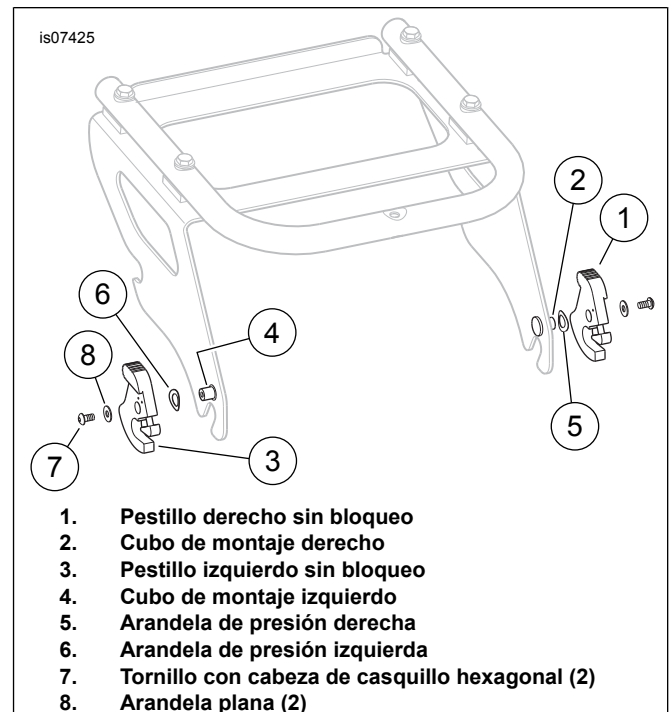
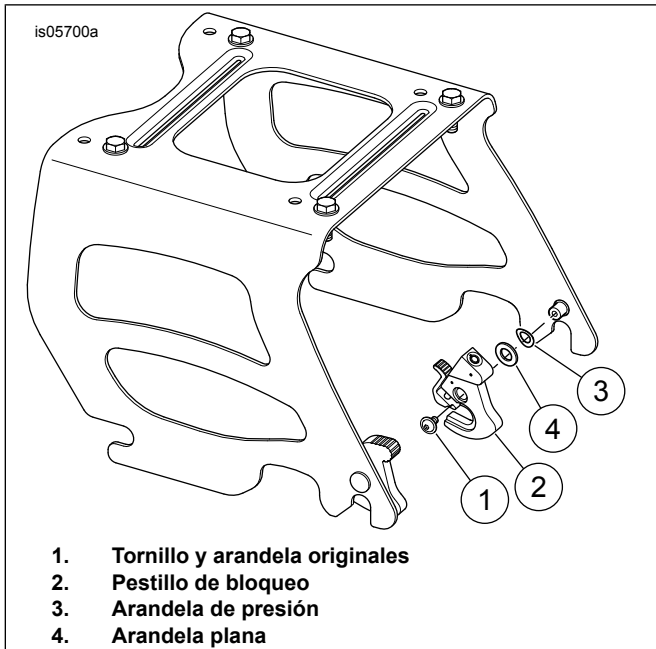

Figura 1. Intercambio de pestillos (antes de la configuración de intercambio mostrada)
Figura 5. Instalación interior derecha
1. Ver Figura 1 . Retira el pestillo derecho sin bloqueo (1). Deja la arandela de presión derecha (5) en el cubo de montaje derecho (2).
2. Retira el pestillo izquierdo sin bloqueo (3). Deja la arandela de presión izquierda (6) en el cubo de montaje izquierdo (4). Instala el pestillo izquierdo sin bloqueo (3) en el cubo de montaje derecho (2).
3. Instala el pestillo derecho sin bloqueo (1) en el cubo de montaje izquierdo (4).
Rejilla de Tour-Pak de dos piezas	Ver la Figura 1, Intercambio de pestillos, Y Figura 5, instalación interior derecha
1. Ver Figura 5. Retira el pestillo derecho sin bloqueo y deséchalo.
2. Instala la arandela plana (4) del kit sobre la arandela de presión en el cubo de montaje derecho.
4. Instala el tornillo y la arandela originales (1).